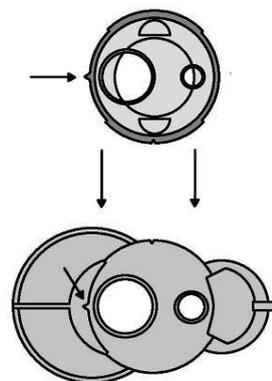

Abbildung 4
4. Die Applikatorspitze an der Spritze ausrichten, so dass die dreieckige Lasche an der Applikatorspitze und die entsprechende Kerbe an der Spritze übereinstimmen, dann die Applikatorspitze wieder auf die Spritze aufsetzen (Abbildung 4).